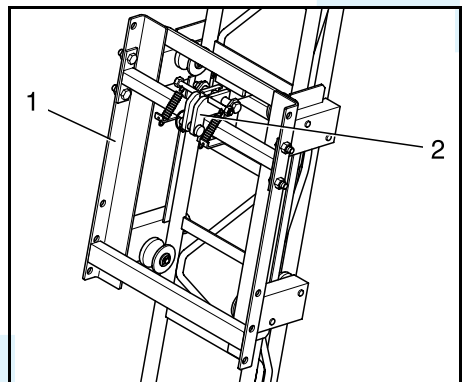

Bild 24 Schlitten aufsetzen
4. Schlitten (24/1), wie in Bild 24 dargestellt, auf den Aufsteckrahmen aufsetzen. Dabei muss die Absturzsicherung (24/2) zur Spitze des Bauaufzuges zeigen.